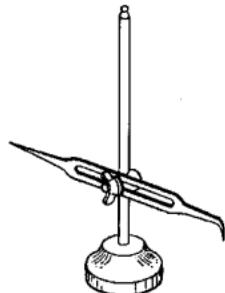

图 1-2-7 划线盘
(4) 划线盘(见图1-2-7)用来在划线平台上对工件进行划线或找正工件在平台上的正确安放位置。划针的直头端用来划线、弯头端用于对工件安放位置的找正。